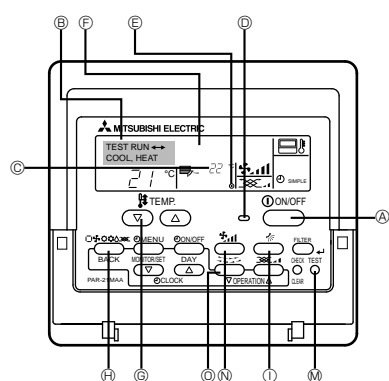

Fig. 7-1
7. Marche d'essai (Fig. 7-1)
Utilisation de la télécommande filaire (Fig. 7-1)